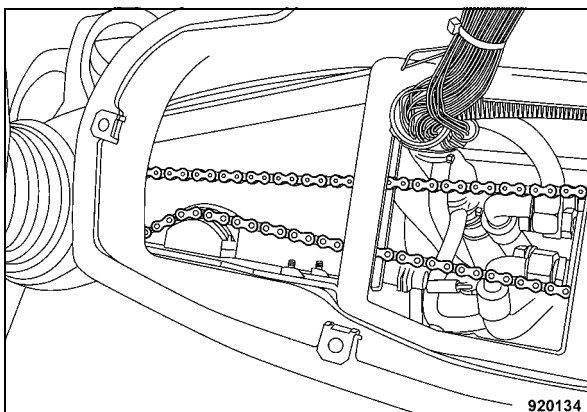

Fig. 163
- Controllare la condizione del pattino sinistro (Fig. 163), se necessario sostituirlo.